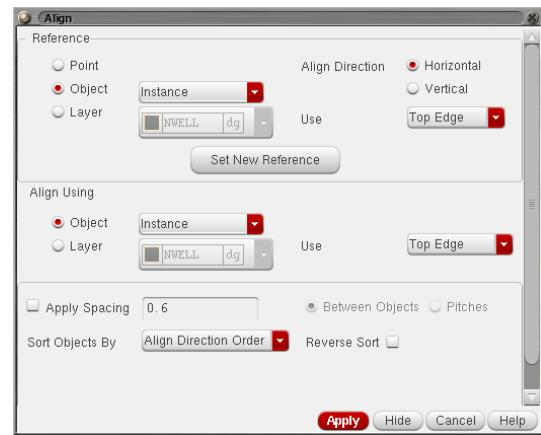

図 36: Align ウィンドウ
2. レイアウトエディタのメニューから Edit > Advanced > Align... と実行し、図 36 に示すウィンドウを立ち上げる。